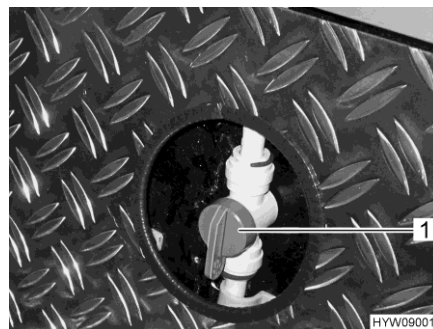

Bild 183 Tillförselventil (uppvärmning av det bakre lastutrymme)
- Ställ handtaget (Bild 183,1) på tillförselventilen för uppvärmning av bakre lastutrymme parallellt till värmeledningen. Värmen för bakre lastutrymme arbetar nu med maximal prestanda.
- Ställ handtaget (Bild 183,1) på tillförselventilen för uppvärmning av bakre lastutrymme i valfritt ställning. Varmvattenfördelningen för det bakre lastutrymme kan på det här sättet regleras steglöst.
- Ställ in handtaget (Bild 183,1) på tillförselventilen för uppvärmning av bakre lastutrymme tvär till värmeledningen. Värmen för det bakre lastutrymme är nu avstängd.